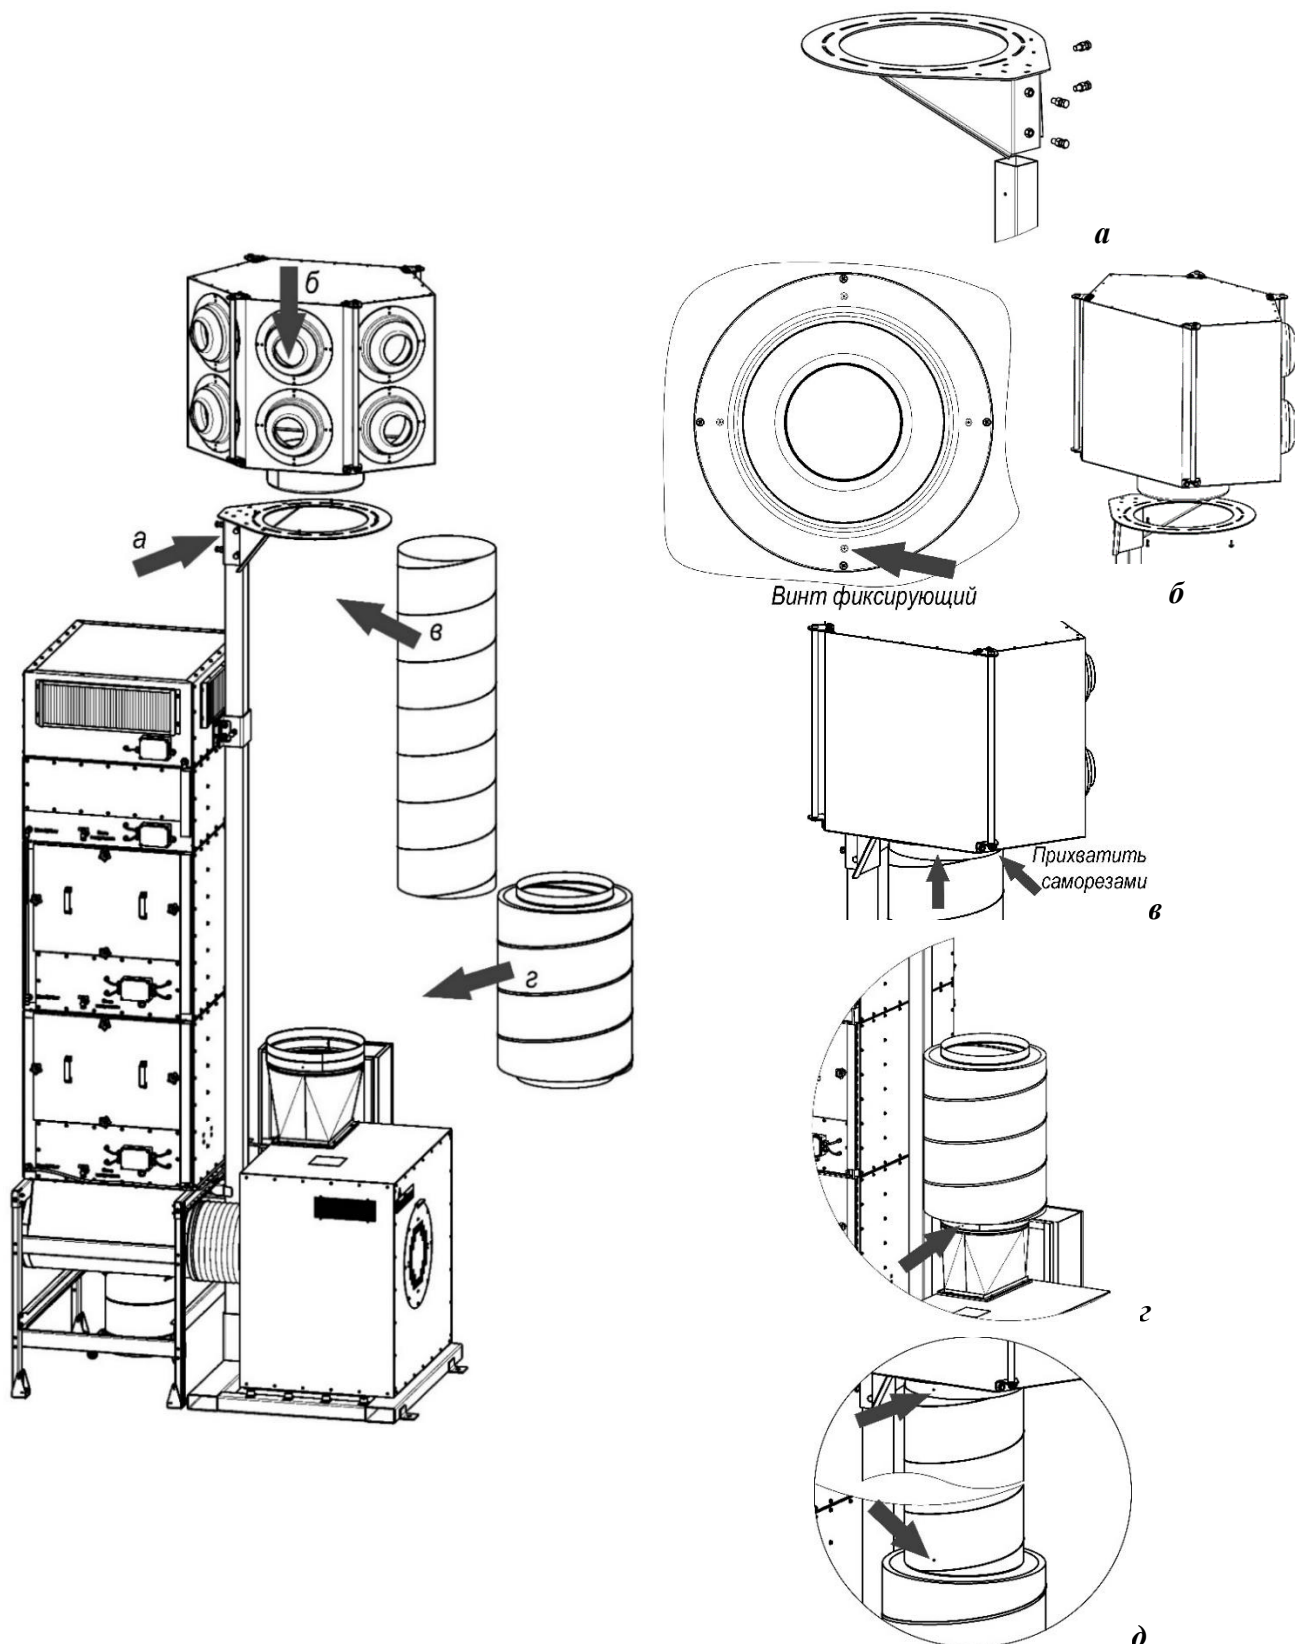

Рисунок 8
5.2.15 Установить на стойке приточного устройства опору, закрепить болтами М16х50 и гайками М16 (рисунок 8а).
5.2.16 Перед монтажом приточного устройства освободить на фланцах сопел фиксирующие винты (рисунок 8б). Поднять приточное устройство на уровень опоры при помощи погрузочной техники. Установить приточное устройство на опору. Ориентировать грани с соплами в соответствии с проектом вентиляции. Закрепить приточное устройство при помощи болтов М8х30.
5.2.18 Установить воздуховод напорный на патрубок приточного устройства до упора вверх и прихватить саморезами (рисунок 8в).
5.2.19 Установить на патрубок вентилятора через ниппель глушитель (рисунок 8г).
5.2.20 Вывинтить саморезы, которыми прихвачен воздуховод к патрубку приточного устройства. Воздуховод опустить вниз и соединить с патрубком глушителя (рисунок 8д). Скрепить воздуховод напорный с глушителем и с приточным устройством саморезами 3,5х9,5. Места соединения герметизировать лентой монтажной.